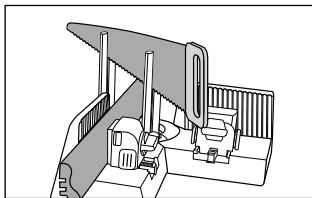

Fig. 10
- ◆ Com a outra mão, conduza a serra a partir de cima através das hastes guia **7** (ver fig. 10).